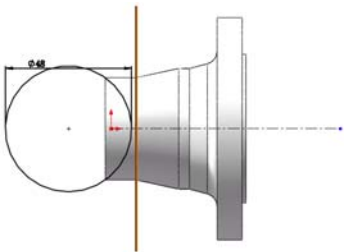

图 7-34 添加“重合”几何关系
(1) 新建草图。在“FeatureManager 设计树”中选择“前视基准面”作为草图绘制基准面，单击“草图”工具栏中的（草图绘制）按钮，在其上新建一张草图。单击“标准视图”工具栏中的（正视图）按钮，使视图方向正视于草图平面。
(2) 绘制中心线。单击“草图”工具栏中的（中心线）按钮，或选择菜单栏中的“工具”→“草图绘制实体”→“中心线”命令，过坐标原点绘制一条水平中心线。
(3) 绘制圆。单击“草图”工具栏中的（圆）按钮，或选择菜单栏中的“工具”→“草图绘制实体”→“圆”命令，绘制一圆心在中心线上的圆。
(4) 标注尺寸。单击“尺寸/几何关系”工具栏中的（智能尺寸）按钮，或选择菜单栏中的“工具”→“标注尺寸”→“智能尺寸”命令，标注圆的直径为 48 mm。
(5) 添加“重合”几何关系。单击“尺寸/几何关系”工具栏中的（添加几何关系）按钮，弹出“添加几何关系”属性管理器；为圆和接口根部的角点添加“重合”几何关系，如图 7-34 所示，定位圆的位置。
(6) 拉伸切除实体。单击“特征”工具栏中的（拉伸切除）按钮，或选择菜单栏中的“插入”→“切除”→“拉伸”命令，弹出“切除-拉伸”属性管理器。
(7) 创建根部的圆弧沟槽。在“切除-拉伸”属性管理器中设置切除终止条件为“两侧